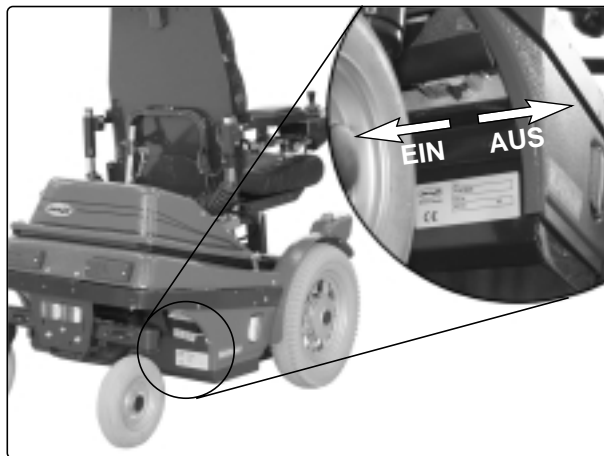

Abb. 10. Hauptsicherung/Batterietrenner
3. Stellen Sie die Hauptsicherung auf "AUS", siehe Abb. 10.
6. Stellen Sie die Hauptsicherung auf „EIN“, siehe Abb. 10.